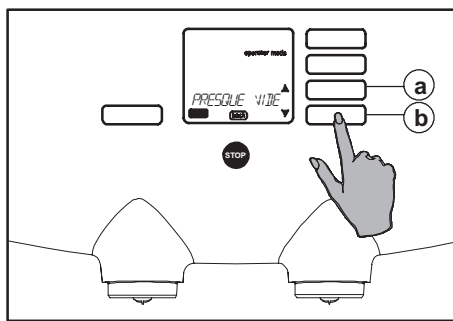

Fig. 66 Menu de sélection PRESQUE VIDE
Dans le menu opérateur, à partir du menu de sélection "PRESQUE VIDE" (fig. 66), vous pouvez activer la détection de pack "PRESQUE VIDES".
2. Utilisez les boutons de défilement jusqu'à ce que l'option "PRESQUE VIDE" apparaisse à l'écran (fig. 66 a ou b).